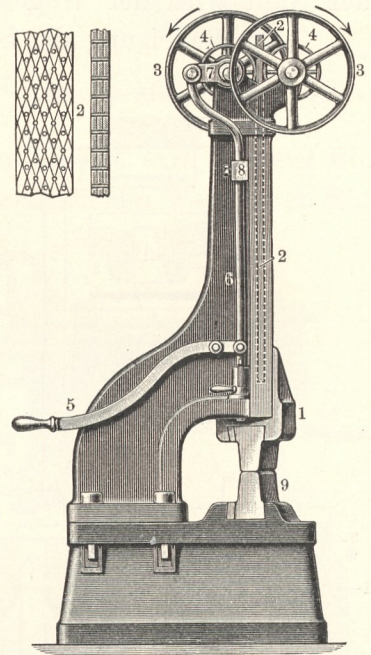

Fig. 668. Reibhammer.
*Hämmer* dienen zum Bearbeiten von erhitzten Schmiedestücken. Die von Hand geführten Hämmer (Hand-, Bankhämmer 1—3 kg; Vorschlag-, Zuschlaghämmer 3—12 kg schwer) genügen nur zum Bearbeiten kleiner Werkstücke; für größere wendet man *mechanische Hämmer* an. Letztere zerfallen in *Hebelhämmer* (Stirn-, Aufwerf- und Schwanzhämmer), bei denen der Hammerklotz (Bär) an einem Hebel sitzt, und in *Parallel- (Gleis-) Hämmer*, deren Bär in parallelen Führungen auf und nieder geht. Das Werkstück ruht dabei auf dem Amboß, einem Eisenkörper mit verstärkter oberer Fläche (Bahn), der bei mechanischen Hämmern in einem schweren Gußeisenklotz (Schabotte) befestigt ist. Die Hebelhämmer finden häufig zum Abschmieden kleiner fassonierter Teile Anwendung; die hierzu besonders geeigneten Schwanzhämmer erhalten dann einen entsprechend ausgehöhlten Hammerklotz und Amboß (Schmiedegesenk); sie üben bis zu 500 Schläge in der Minute aus. Der Antrieb der Hebelhämmer und kleinerer Parallelhämmer erfolgt durch Riemen; größere Parallelhämmer werden durch Dampf oder Elektromotoren betrieben. Die *Reibhämmer* (Fig. 668), deren Bär 1 an einem geraden Holzstabe 2 oder einem Riemen hängt, werden von zwei, in entgegengesetzter Richtung umlaufenden Riemenscheiben 3, 3 angetrieben; mit diesen sind die Reibrollen 4, 4 verbunden, zwischen denen der Stab 2 hin und her geht. Durch Senken des langen Armes des zweiarmigen Hebels 5 wird die Stange 6 gehoben, der damit verbundene Hebel 7 gedreht, und durch eine Exzenterwelle die linke Reibrolle 4 der rechten genähert. Beide Reibrollen 4, 4 ziehen nun die Stange 2 mit dem Bärgewicht 1 empor. Aus beliebiger Höhe läßt man durch umgekehrte Bewegung des Hebels 5 den Bären auf das Werkstück niederfallen. Zur Hubbegrenzung ist auf der Stange 6 ein Kloben 8 befestigt, gegen den der Bär 1 stößt, sobald er die höchste Stellung erreicht. Das zu bearbeitende Werkstück wird auf die Schabotte 9 gelegt und kann je nach der Höhe, aus welcher der Bär 1 niederfällt, durch stärkere oder schwächere Schläge bearbeitet werden. — Die *Federhämmer* ermöglichen ein Aufspeichern der lebendigen Kraft des Hammerbären dadurch, daß zwischen dem letzteren und seinem Antriebsorgan eine Feder eingeschaltet ist, die beim Abwärtsgang des Bären beschleunigend wirkt. Bei den *Luftdruckhämmern* ist der Bär in einem Zylinder beweglich, in dessen anderem Ende sich ein von einer Kurbel bewegter Kolben hin und her schiebt; zwischen Hammerbär und diesen Kolben ist eine Luftkammer eingeschaltet, die die überschüssige lebendige Kraft des Bären aufnimmt. Die zum Durchschmieden sehr schwerer Gegenstände erforderlichen *Dampfhämmer* sind bereits von James Watt projektiert, jedoch erst 1842 von Nasmyth ausgeführt worden. Die Bär Gewichte sind seitdem stetig vergrößert worden. An den größten Dampfhämmern betragen die Fallgewichte bis 80 000 kg bei 5 m Fallhöhe. — *Gashämmer* besitzen einen Zylinder, in dem ein Gasgemisch zur Explosion gebracht wird, das den Bären niedertreibt; zu seiner Aufwärtsbewegung ist eine Feder vorgesehen.